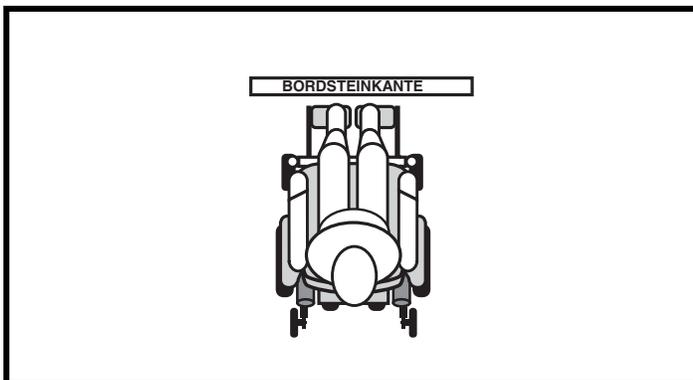

Abb. 2. Nict schräg anfahren
1. Fahren Sie langsam an das Hindernis bzw. die Bordkante heran und achten Sie darauf, dass das Elektromobil das Hindernis im rechten Winkel überfährt. **Siehe dazu Abbildung. 2.**